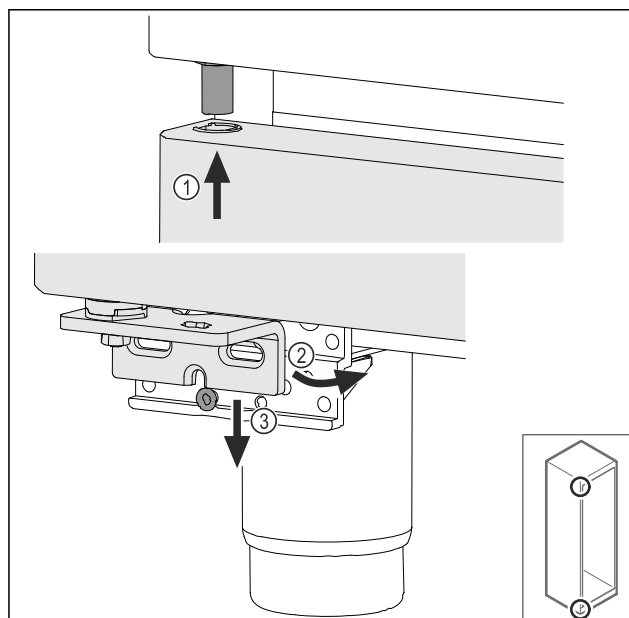

Fig. 39
- Ievadiet augšā durvis mazliet sagāztā veidā Fig. 39 (1), nolīmeņojiet durvis taisni Fig. 39 (2) un uzlieciet apakšā uz gultņa balsta skrūves Fig. 39 (3).